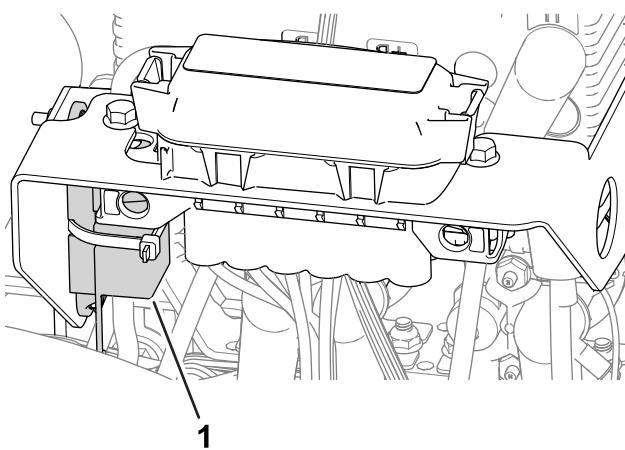

Figura 54
- El fusible del motor de la rueda izquierda (60 A) está situado debajo de la cubierta del lado izquierdo de la máquina, cerca de los fusibles del circuito de transmisión del molinete (Figura 54).